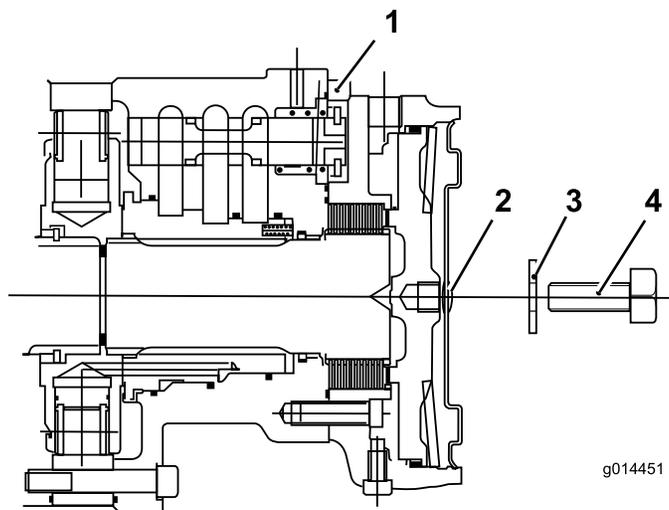

Figura 48
- C. Montate il tappo esagonale sulla piastra di chiusura del motorino (Figura 48).